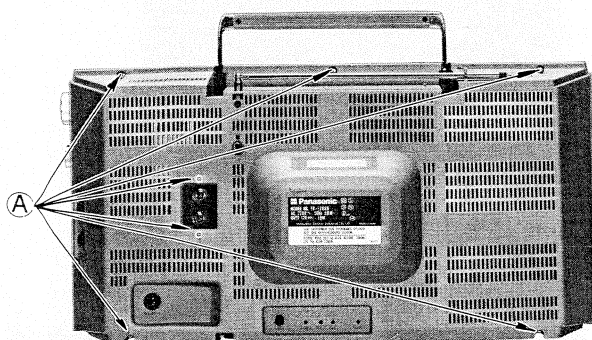

Fig. 1 Abb. 1
1. Remove 7 screws (A) as shown in Fig. 1.
1. Die in Abb. 1 gezeigten 7 Schrauben (A) entfernen.